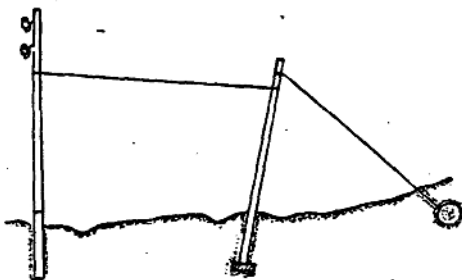

图21
1. 由于受地形限制, 不能做拉线时, 可以用高拉桩的办法来解决, 如图21所示。